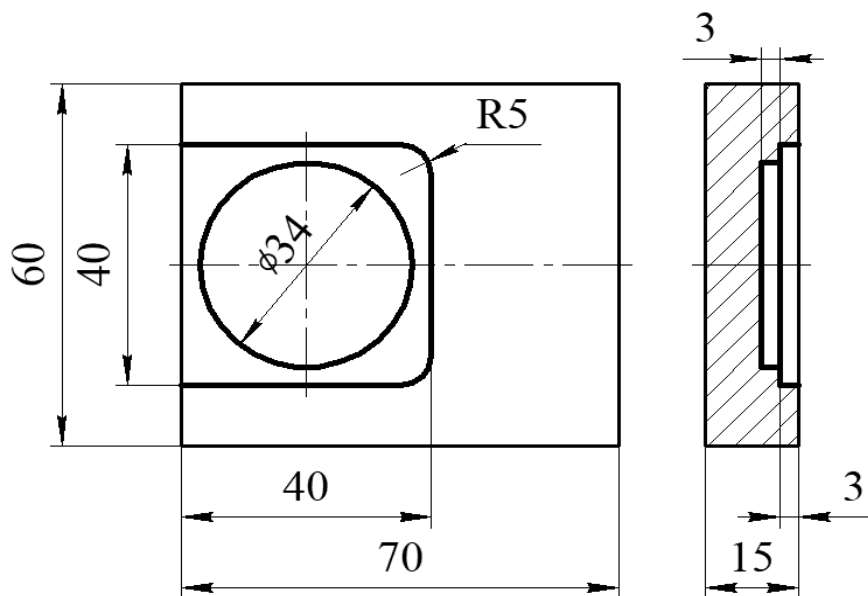

Рисунок 3.6 – Эскиз обрабатываемой детали
- 1 Эскиз детали (рисунок 3.6).